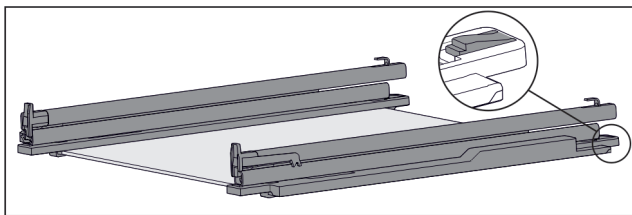

Fig. 120 Skleněná deska s kolejničkami a přídržnými díly
- ▶ Přídržný díl vzadu stlačte dolů (viz Fig. 120) a současně zasuňte kolejničku dozadu.